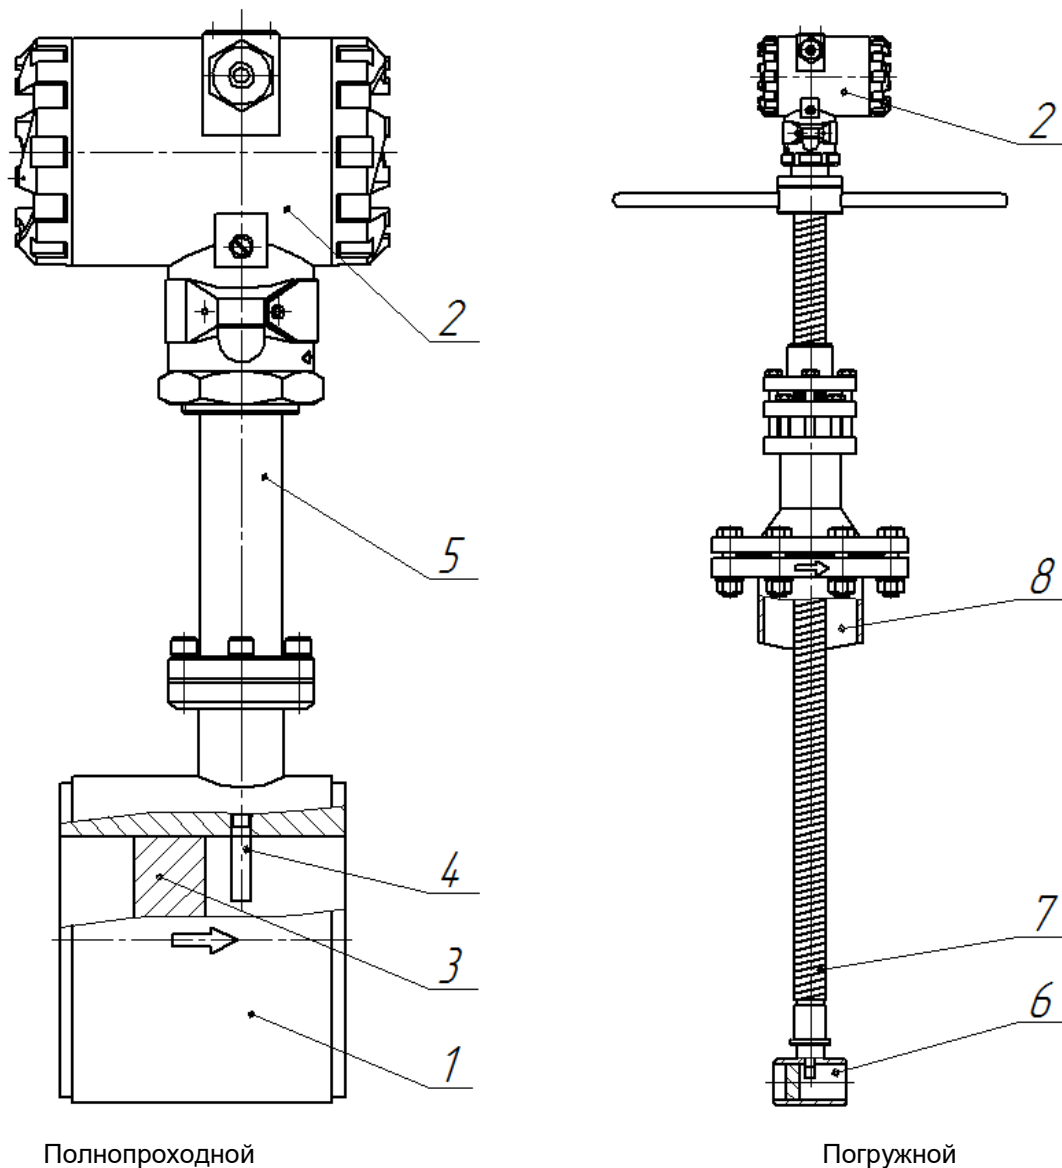

Рисунок 3.1. Устройство расходомеров
Расходомеры по методу измерения подразделяются на полнопроходные (ЭВ-200) и погружные (ЭВ-205). Полнопроходной расходомер (см. **рисунок 3.1**) состоит из проточной части (1) и электронного блока (2). Проточная часть представляет собой полый цилиндр, в поперечном сечении которого установлено тело обтекания (3). За телом обтекания расположен чувствительный элемент (4) (сенсор). Электронный блок (2) крепится на цилиндре проточной части с помощью трубчатой стойки (5). Электронные платы размещены в электронном блоке.
Погружной расходомер (см. **рисунок 3.1**) состоит из датчика (6), штанги (7), приварного патрубка (8) и электронного блока (2). Датчик конструктивно выполнен как проточный вихревой расходомер и измеряет скорость потока в одной точке.